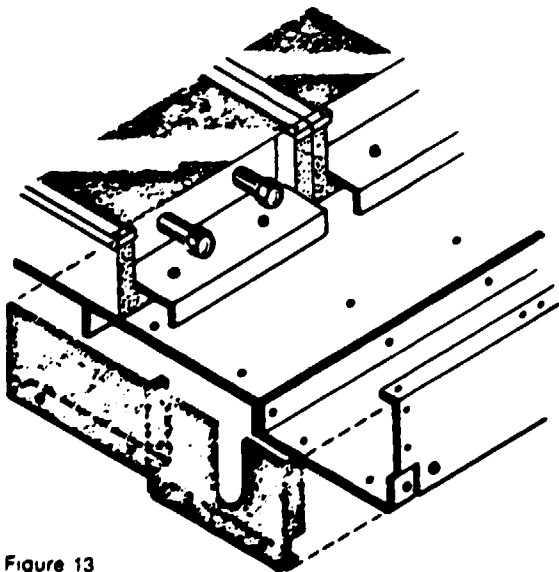

Figure 13
2.72 Coffres d'extrémité large (fig. 13)